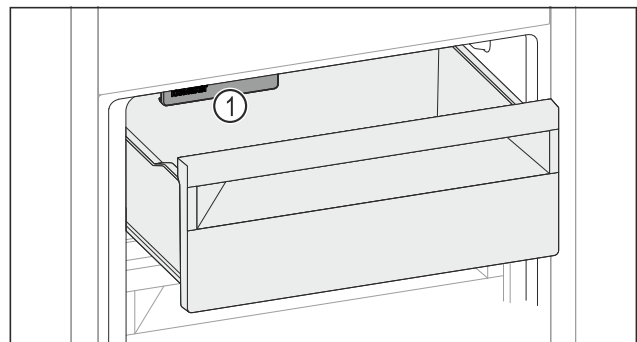

Fig. 155
- ▶ Rekening houden met IceMaker Fig. 155 (1).